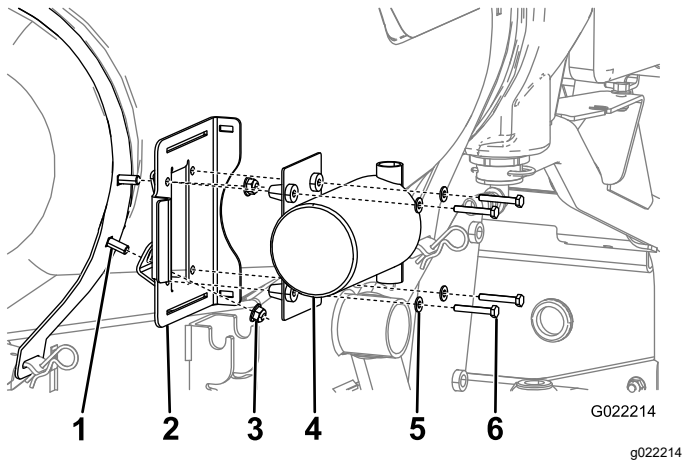

Figura 8
4. Ligue o suporte de montagem da bomba de lavagem nos parafusos de carroçaria previamente instalados utilizando duas porcas flangeadas (Figura 8).
6. Prenda a bomba à estrutura utilizando quatro parafusos e quatro anilhas pequenas (Figura 8).